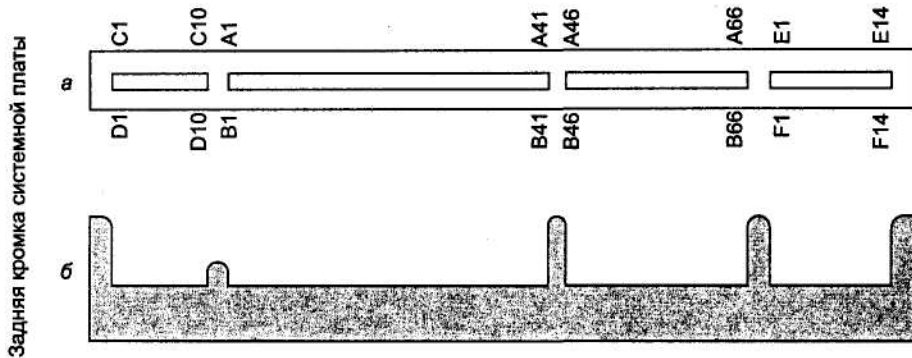

Рис. 6.14. Коннектор карты AGP Pro (показан ключ питания карты 1,5 В): а—вид сверху, б — профиль ключей
*Спецификация A GP Pro* описывает более мощный коннектор, позволяющий в 4 раза повысить мощность, подводимую к графической карте. При этом сохраняется односторонняя совместимость: карты AGP могут устанавливаться в слот AGP Pro, но не наоборот. Коннектор AGP Pro имеет дополнительные контакты с обеих сторон обычного коннектора AGP (рис. 6.14) для линий GND и питания 3,3 и 12 В, назначение этих контактов приведено в табл. 6.16. Для правильной установки обычной карты со стороны задней кромки системной платы дополнительная часть слота AGP Pro закрывается съемной пластмассовой заглушкой. Карта AGP Pro может также использовать 1-2 соседних слота PCI: чисто механически (как точки опо-